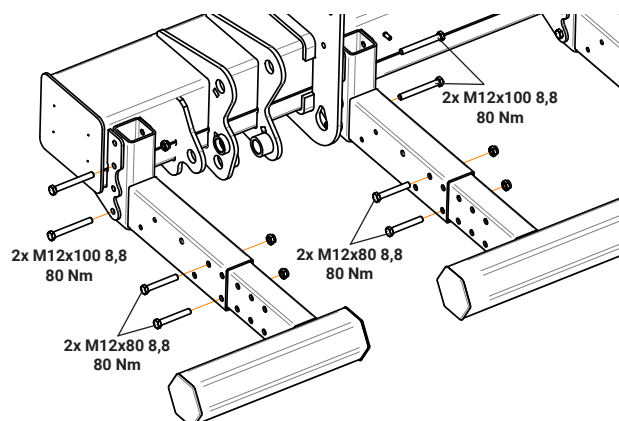

Figure 50. Pose de la protection anti-encastrement
1. Montez la partie intérieure du support correspondant (quatre hauteurs possibles). Choisissez une hauteur pour obtenir une position conforme aux exigences réglementaires, reportez-vous à la section "3.2 Mesures réglementaires" à la page 9. Utilisez le boulon M12x100 correspondant. Ne serrez pas les boulons, reportez-vous à l'Figure 50.
Utilisez le boulon M12x80 correspondant. Ne serrez pas les boulons. Reportez-vous à l'Figure 50.